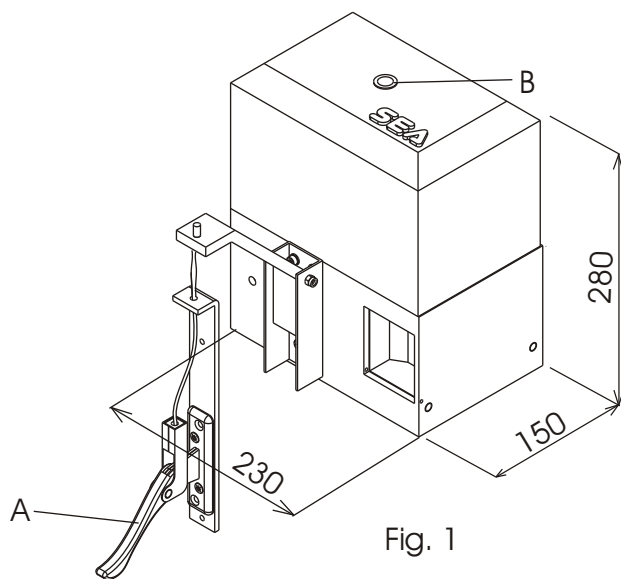

Fig. 1
- Den in Abb. 1 (Ref. A) abgebildeten Hebel nach unten drücken